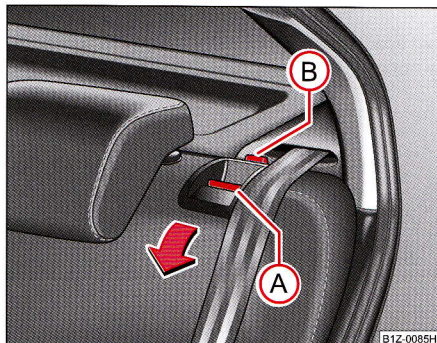

Fig. 67 Deblocarea
- Apăsăți butonul de deblocare ① și pliați spătarul scaunului din spate ⇒ fig. 67.
- Asigurați-vă că punctul de culoare roșie (B) este acoperit ⇒ pagina 88, fig. 67.